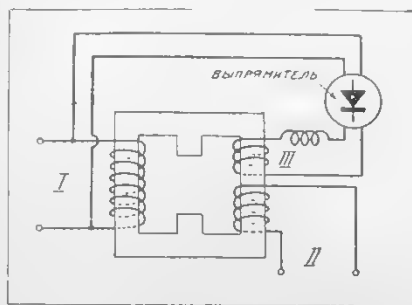

Рис. 2
Гр. Егбария (в заявке № 33253) дает интересную идею трансформатора, предназначенного для работы с постоянными вторичным напряжением при колеблющемся первичном напряжении, т. е. напряжении питания. Схематически устройство этого трансформатора дано на рис. 2. На сердечник этого трансформатора, кроме обычных первичной (I) и вторичной (II) обмоток, наложена еще одна (III) обмотка, через которую пропускается постоянный ток от выпрямителя, питаемого от той же сети, что и первичная обмотка трансформатора. Таким образом сердечник трансформатора всегда получает некоторое постоянное подмагничивание. Увеличение напряжения в сети ведет к усилению тока через выпрямитель и III обмотку, а следовательно, и к увеличению постоянного намагничивания. Известно, что с увеличением постоянного намагничивания уменьшается взаимная индукция между катушками; другими словами, чем сильнее будет это намагничивание, тем меньше будет напряжение на вторичной обмотке трансформатора. Таким образом при соответствующем подборе обмотки III и тока через нее увеличения напряжения, вызванное во второй обмотке увеличением питающего напряжения, будет «сдвинуто» путем ослабления взаимной индукции между обмотками и, наоборот, уменьшение питающего напряжения вызовет ослабление подмагничивания — взаимная индукция увеличится и уменьшение напряжения во вторичной обмотке, вызванное уменьшением питающего напряжения, будет компенсировано.